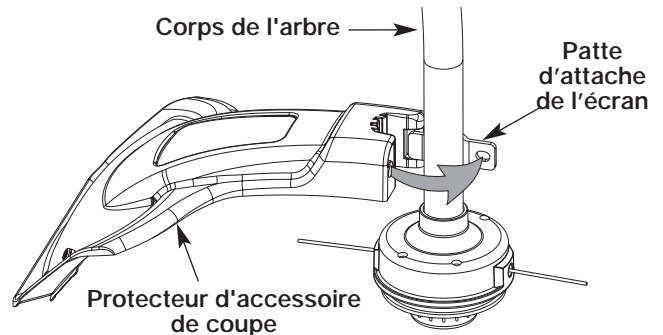

Figure 3
1. Placez l'écran de l'accessoire de coupe sur le logement de l'arbre. Veillez à ce que la patte d'attache de l'écran glisse dans l'encoche au bord de l'écran de coupe. Tournez l'écran dans le sens contraire des aiguilles d'une montre (Fig. 3) pour le mettre en place. Les trous dans la patte d'attache de l'écran et l'accessoire de coupe s'aligneront.